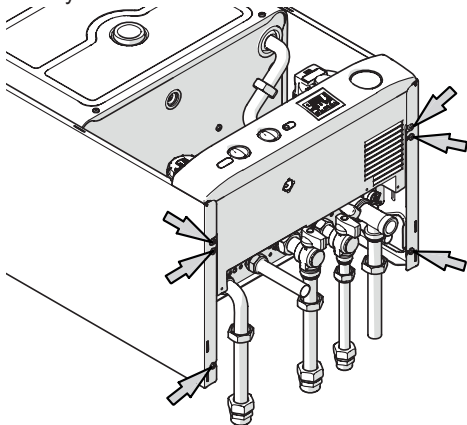

Рисунок 5.21
- Открутите шесть указанных винтов, см. Рисунок 5.21.